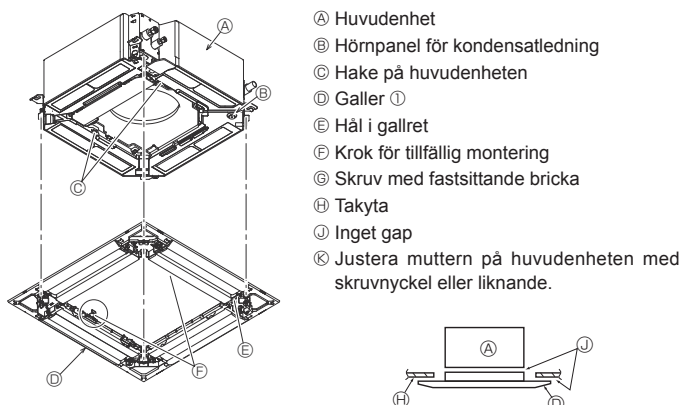

Fig. 9-6
### 9.4.2. Tillfällig montering av galleret (Fig. 9-6)
- Sätt fast galleret på huvudenheten genom att dra åt de förmonterade skruvarna. (Fig. 9-6)
Kontrollera att det inte finns några gap mellan huvudenheten och galleret eller mellan galleret och takytan. (Fig. 9-6)